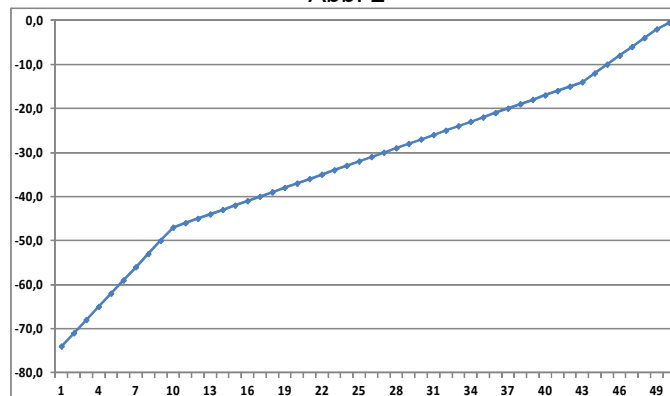

Abb. 3
- Lautstärkeskala #3 – Diese Skala optimiert den Lautstärkepegel bei mittlerer Lautstärke (Abb. 3).